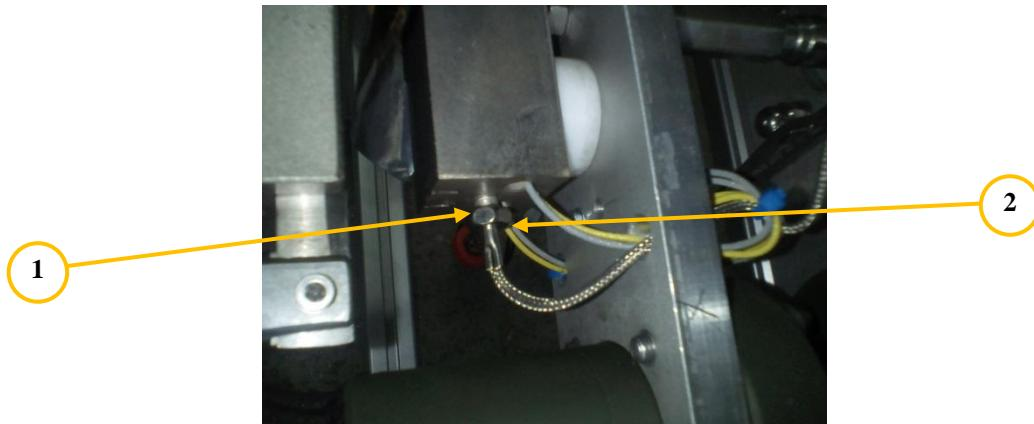

Fig. 5.2-1
- Desfaceti firele de alimentare ale rezistentei de incalzire din clema de legătură “2” (fig. 5.2-1).